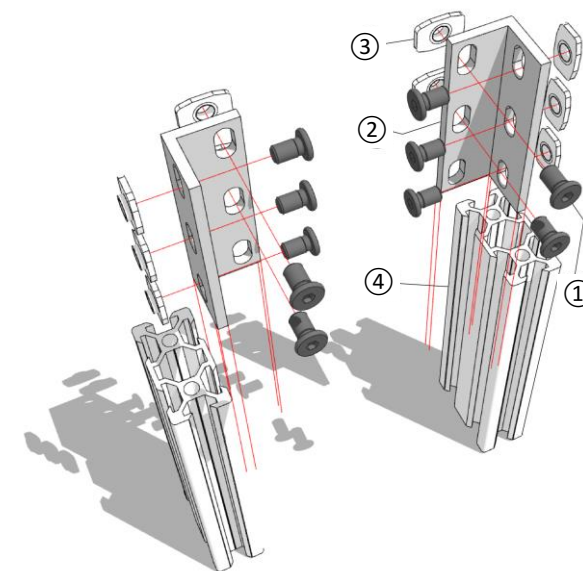
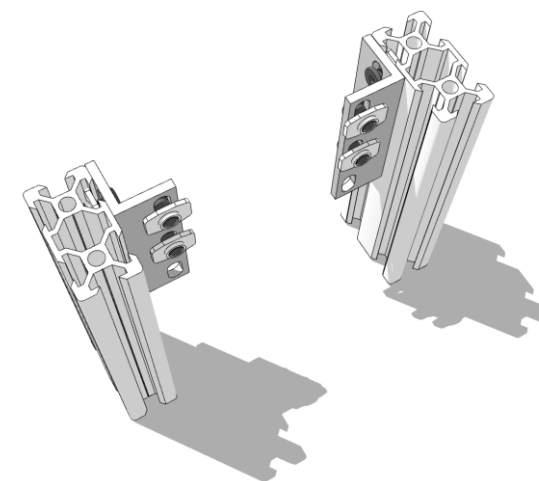

Fig. 25
Fig. 26
Se necesitan un total de cuatro patas para apoyar la máquina. Como se deben construir dos pares y estar reflejados el uno a otro como se muestra en la Fig. 26. La Fig. 25 muestra cómo ensamblar las patas. Se recomienda construir las patas sobre una superficie plana, manteniendo el soporte universal en forma L con 3 agujeros en línea ② al ras con la cara y la parte superior de la V-Slot ④. Los Tornillos de Bajo Perfil M5 de 8mm (5/16") ① que sujetan el soporte al V-Slot se deben de apretar por completo. Los Tornillos de Bajo Perfil de 8mm (5/16") deben de tener la tuerca-T ③ puesta y al aire hasta que se agrega la guía V-Slot de 20*60mm. Asegúrese de montar el soporte con el lado corto de 20mm de la V-Slot.
A total of 4 legs are needed to support the machine. Two sets of pairs need to be built that are mirrored as shown in Fig. 26. Fig. 25 shows how to assemble the legs. It's recommended to build the legs on a flat surface, keeping the triple L-bracket ② flush with the side and top of the V-Slot ④. The 8mm (5/16") M5 low profile screws ① that hold the bracket to the V-Slot should be tightened completely. The other two 8mm (5/16") low profile M5 screws should have the T-nut ③ on them and they are to be left loose until the 20*60mm V-Slot guide will be added. Make sure to mount the bracket with the short 20mm side to the V-Slot.